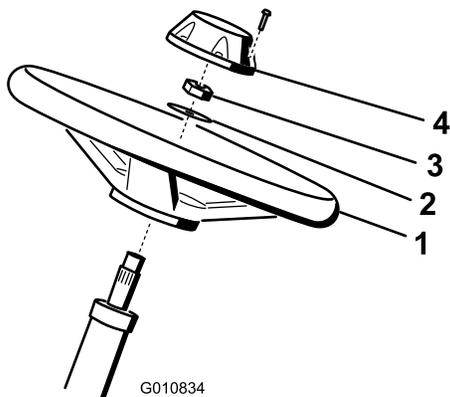

図 5
1. ハンドルをステアリングシャフトにはめ込む 図 5。
2. ワッシャをステアリングシャフトにはめ込む 図 5。
3. ロックナットでハンドルを固定し、27-35 N·m 2.8-3.6 kg/m = 20-26 ft-lb にトルク締めする 図 5。
4. キャップを取り付け、ボルト6本で固定する 図 5。